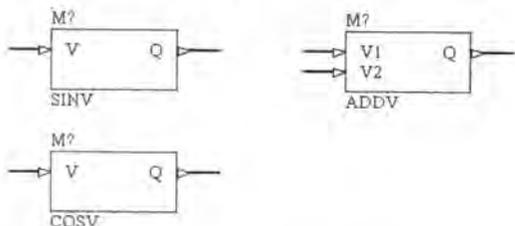

图 7-12 放置数学函数
- [3] 在【元件库】面板中，打开集成库“Simulation Math Function.IntLib”，找到正弦变换函数“SINV”、余弦变换函数“COSV”及电压相加函数“ADDV”，分别放置在原理图“仿真数学函数.SCHDOC”，如图 7-12 所示。